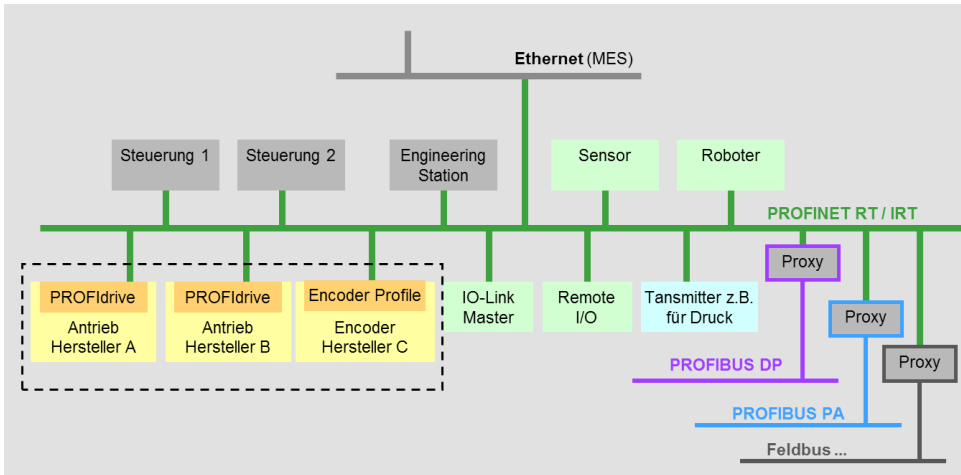

Abb. 10: PROFINET als Antriebsbus und Universalbus der Automatisierungstechnik
- Umgekehrt wird PROFINET im Zusammenwirken mit PROFIdrive zu einem **Antriebsbus für höchste Anforderungen** mit gleichzeitig uneingeschränkter Eignung auch für alle anderen Steuerungsaufgaben der Automatisierungstechnik (Abbildung 10) wie Kommunikation mit direkt angeschlossenen Remote I/Os oder Sensoren oder über Proxy integrierter Systeme wie PROFIBUS DP oder PROFIBUS PA.